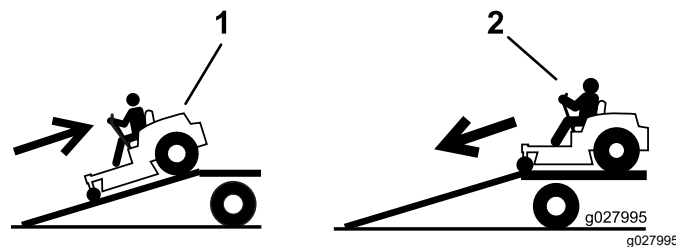

Figura 33
4. Urcăi maina pe rampă cu spatele (Figura 33).
2. Coborâi maina de pe rampă cu faa (Figura 33).